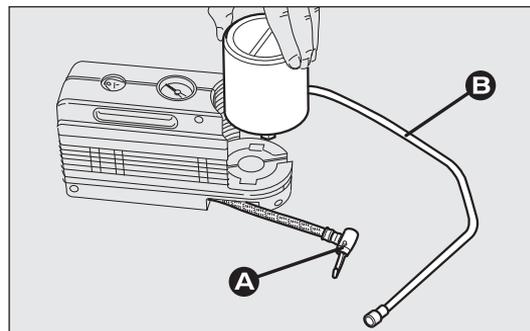

fig. 163
- débrancher le crabot A-fig. 163 ;